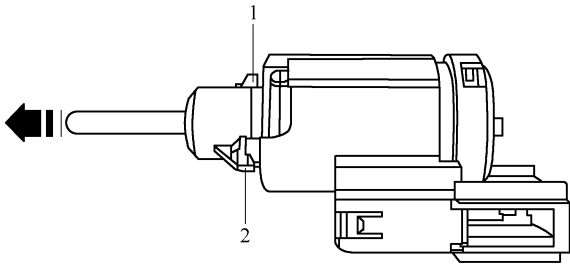

图 3-2-11 将制动灯开关的挺杆完全拉出
(1) 将制动灯开关的挺杆完全拉出(见图 3-2-11),将开关及锁凸耳 1 和 2 装入装配开口预设的凹口中。